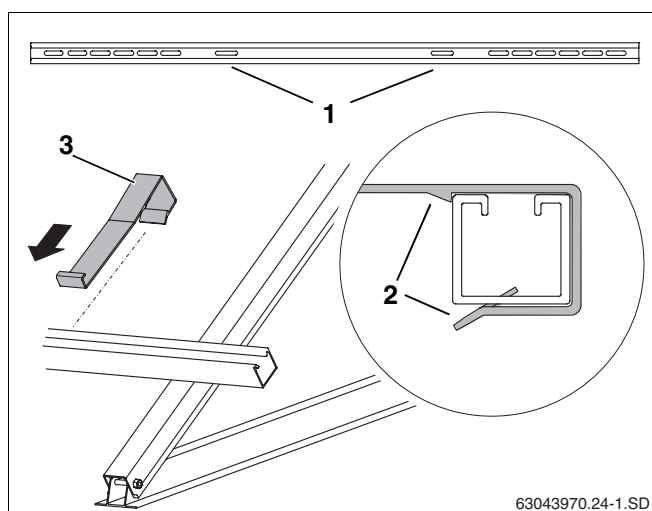

Fig. 36 Enganchar el seguro contra deslizamiento
- ▶ Deslice los seguros contra deslizamiento (fig. 36, **pos. 3**) en los correspondientes orificios ovalados interiores (fig. 36, **pos. 1**) desde fuera sobre los perfiles guía hasta que encajen (fig. 36, **pos. 2**).